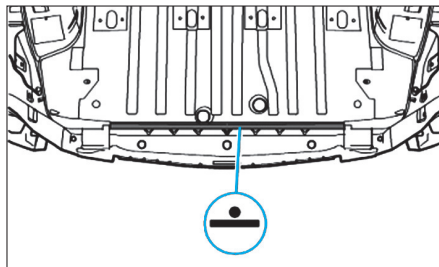

FIG. 48
- Ajuster la pièce neuve et l'immobiliser (Fig.48).